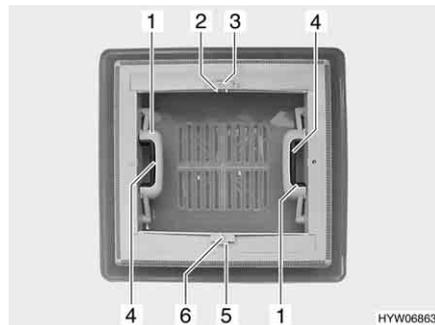

Bild 17 Dachhaube mit Schnappverschluss
- Schnappverschluss (Bild 17,4) zur Innenseite der Dachhaube drücken. Gleichzeitig mit dem Griff (Bild 17,1) die Dachhaube nach oben drücken.
- An beiden Griffen (Bild 17,1) die Dachhaube kräftig nach unten ziehen, bis beide Schnappverschlüsse eingerastet sind.
- Arretierung (Bild 17,5) zur Dachhaubenaußenseite drücken.
- Verdunklungsrollo am Griff (Bild 17,6) bis zum gegenüberliegenden Griff des Insektenschutzrollos (Bild 17,2) ziehen und einrasten lassen.
- Griff (Bild 17,2) zusammendrücken. Die Arretierung wird gelöst.
- Verdunklungsrollo am Griff (Bild 17,6) langsam zurückführen.
- Arretierung (Bild 17,3) zur Dachhaubenaußenseite drücken.
- Insektenschutzrollo am Griff (Bild 17,2) bis zum gegenüberliegenden Griff des Verdunklungsrollos (Bild 17,6) ziehen und einrasten lassen.
- Insektenschutzrollo am Griff (Bild 17,2) langsam zurückführen.